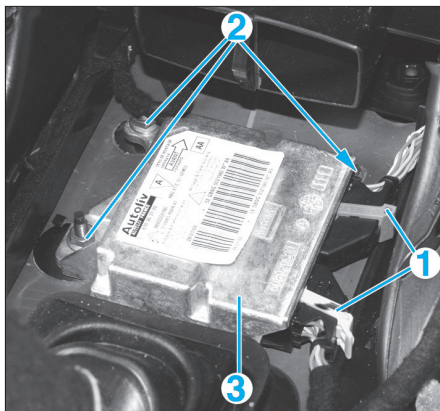

Fig. 20
- Débrancher les connecteurs (1) (Fig.20).
- les trois vis (2),
- le calculateur d'airbag (3).